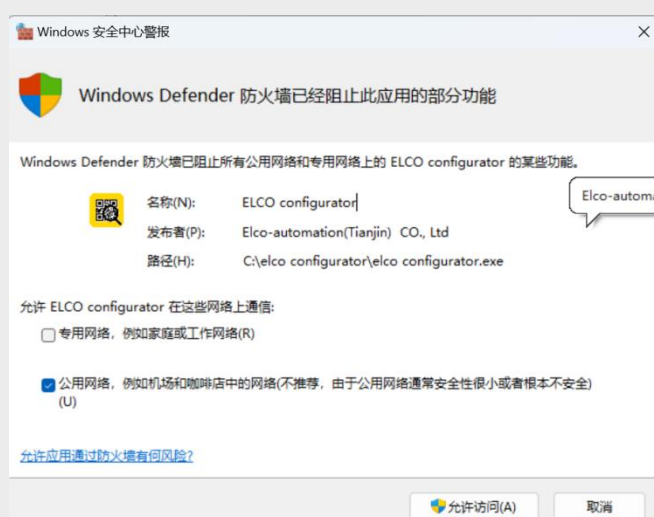

Fig 8. Windows 安全中心警报
1. 在首次运行 **ELCO configurator** 时, 主机会弹出警报, 如 Fig 8 所示, 请选择合适的网络类型(专用网络或公用网络), 点击**允许访问**。